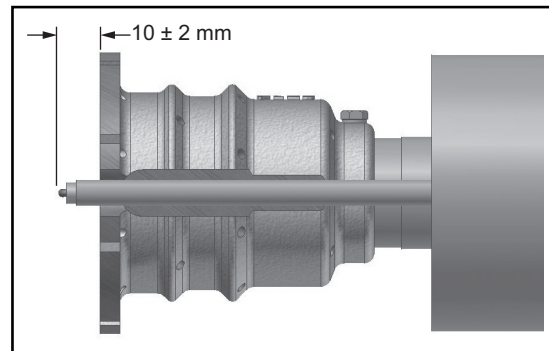
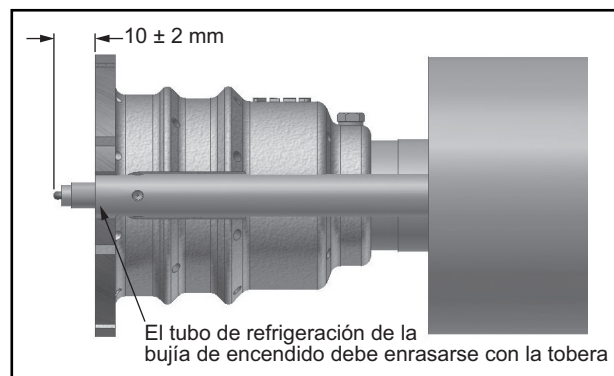

Figura 3.7
Figura 3.8
2. Enrosque el ignitor por la tapa posterior pasándolo a través del agujero de la boquilla. Consulte la Figura 3.7 para quemadores sin refrigeración de bujía y la Figura 3.8 para los modelos con refrigeración.